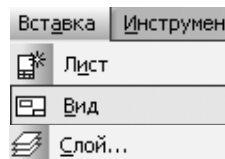

Рис.3.8. Команда *Слой*.
- ♦ команда **Слой** в меню *Вставка* з *Головного меню* (рис.3.8).